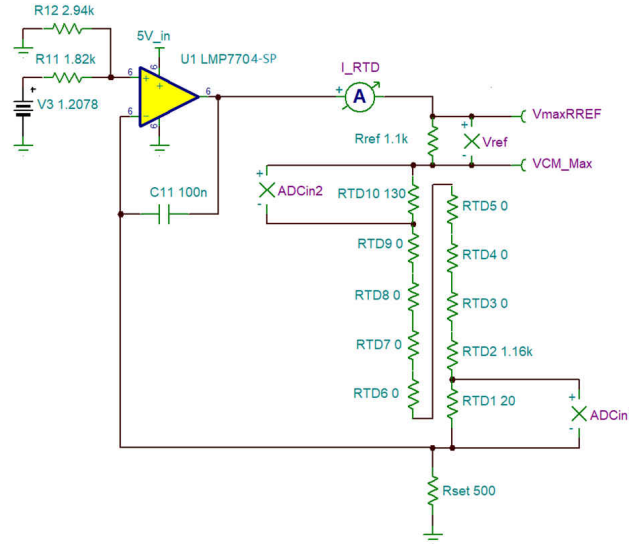

图 3-1. TIDA-060042 原理图
- TIDA-060042：将 10 个 RTD 串联并输出差分 RTD 电压以及参考电压的 RTD 电路板。图 3-1 展示了 TIDA-060042 的原理图。